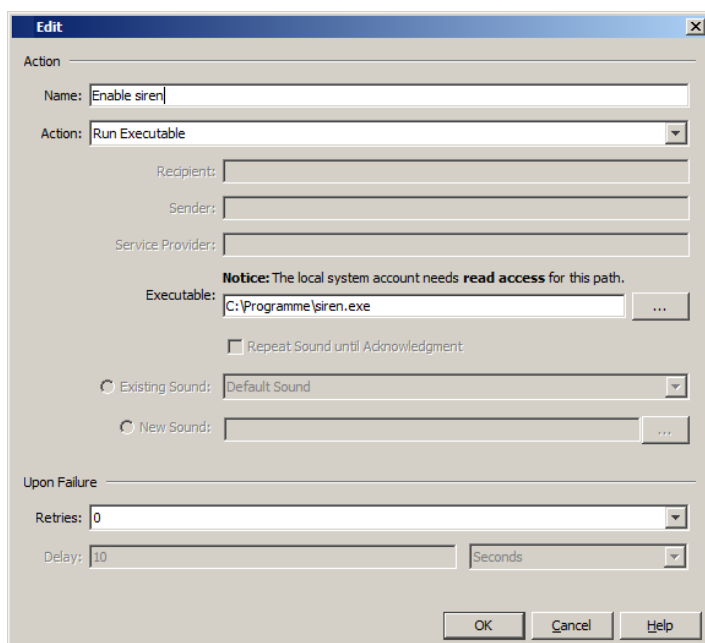

Figura 71: Configuration:Preferences:Basics:Event actions:Actions, ejemplo de uso de la acción "Execute program" del programa "siren.exe"
- ▶ Ejecutar un programa (véase nota en “Instalación con Windows”). En la imagen de más abajo (ver la figura 71) encontrará el programa “siren.exe” a modo de ejemplo.